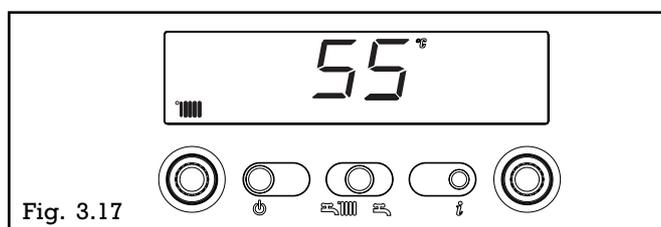

Fig. 3.17
**Info 3** affiche la consigne de température chauffage (fig. 3.17)